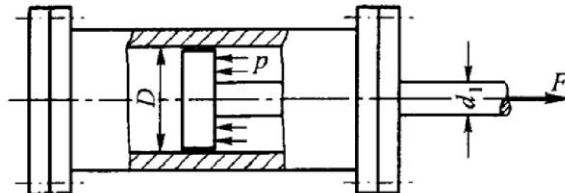

图 7
1. (15 分) 卧式拉床如图 7 所示，油缸内径 $D=186\text{mm}$ ，活塞杆直径 $d_1=65\text{mm}$ ，材料为 20Cr 并经过热处理， $[\sigma]_{\text{缸}}=130\text{MPa}$ 。缸盖由 6 个 M20 的螺栓与缸体连接，M20 螺栓的内径 $d=17.3\text{mm}$ ，材料为 35 钢，经热处理后 $[\sigma]_{\text{螺}}=115\text{MPa}$ ，试求：